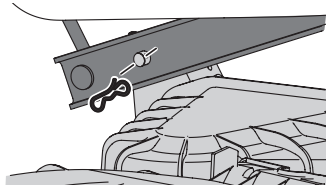

Figura 41
- Mirando hacia la plataforma desde el lado izquierdo del tractor, ubique el pasador de chaveta en el lado posterior izquierdo de la plataforma (Figura 41).
- Retire el pasador y saque el pasador de la plataforma del brazo de elevación de la misma (Figura 41).